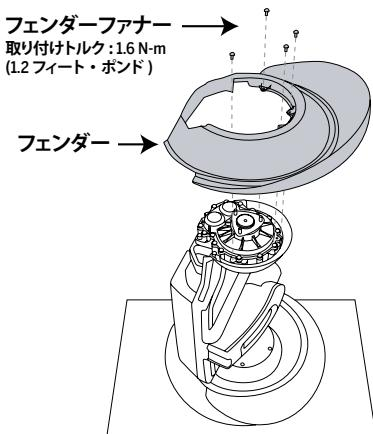

図2. フェンダーの取り外しと取り付け
4. ホイールが回転しないように押さえて、13mm ソケットレンチを使って、(3) 本のホイールナットを外します。ホイールを取り付けなおすときには、この (3) 本のホイールナットが必要になります。
6. フェンダーを外すには、T20 シックススロープレンチを使って、フェンダーをギアボックスに固定している (4) 本のファスナーを外します。フェンダーを持ち上げて外します。図2を参照してください。
7. 新しいフェンダーを取り付けるには、新しいフェンダーをギアボックスの穴に揃えます。図2を参照してください。
8. (4) 本の 11mm 長ファスナー（本キットに付属）をフェンダーを通して、ギアボックスへと通します。T20 シックススロープレンチを使って、1.6 N·m (1.2 フィート・ポンド) のトルクに締めます。